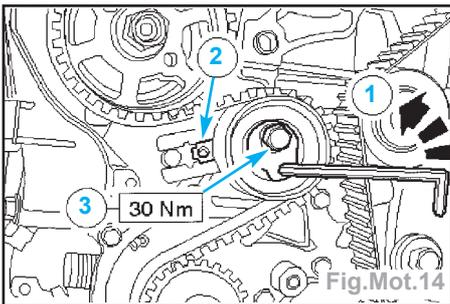

Fig.Mot.14
- Tendre la courroie de distribution (Fig.Mot.14) :